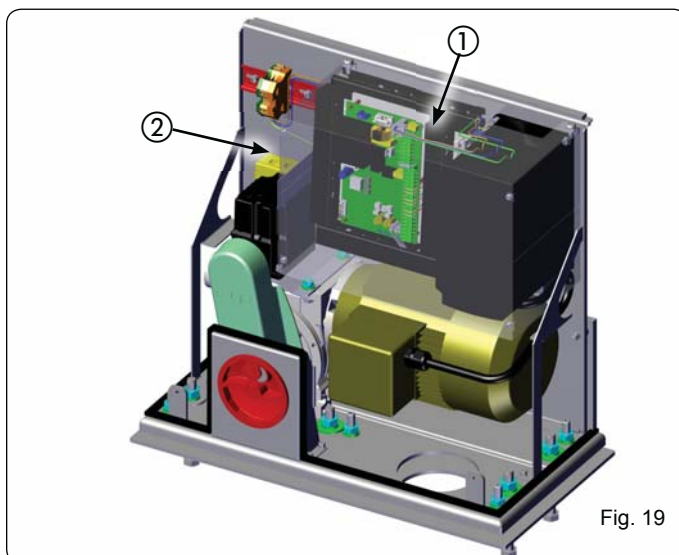

Fig. 19
En el operador el equipo electrónico de mando está fijado a un soporte (Fig. 19 ref. ①) y protegido por la tapa (Fig. 19 ref. ②).